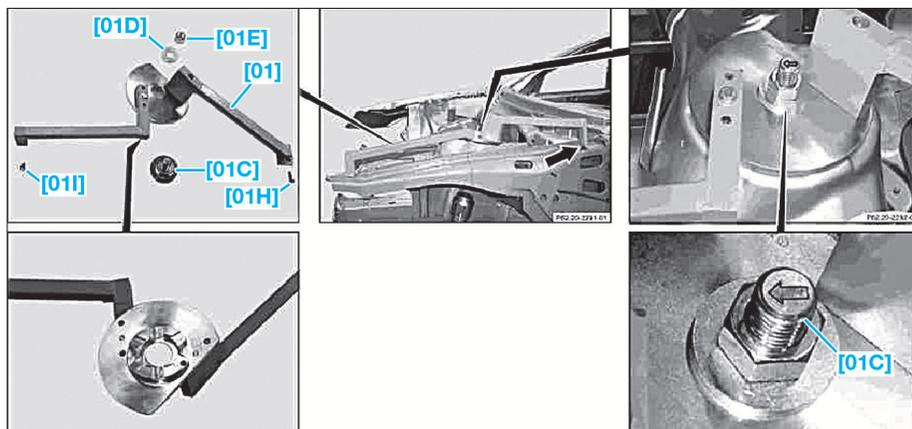

FIG. 10
- Placer l'assemblage sur la coupelle de l'élément de suspension et positionner le gabarit [01A] ou [01C] sur la charnière de capot moteur (Fig.10).